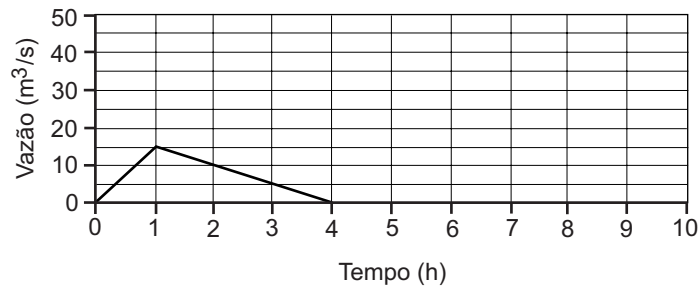

Figura 1 - Hidrograma Unitário (HU) para a sub-bacia hidrográfica para uma altura de 10 mm e duração de 1 h.
- b) Neste estudo, uma sub-bacia hidrográfica apresenta uma resposta à ação de uma chuva com altura de 10 mm e duração de 1 h, conforme o hidrograma da Figura 1. Qual a máxima vazão da onda de cheia formada por uma chuva efetiva de projeto de 10 mm, seguida de uma chuva de 20 mm, ambas com duração de 1h? Justifique a sua resposta e esboce o hidrograma resultante. **(valor: 6,0 pontos)**
No condomínio onde você mora, estão construindo uma guarita cuja planta de cobertura está esquematizada na Figura 1. Você ficou responsável por quantificar os materiais necessários para a execução do telhado, conforme dados e detalhes extraídos do manual do fabricante (Figuras 2 e 3).